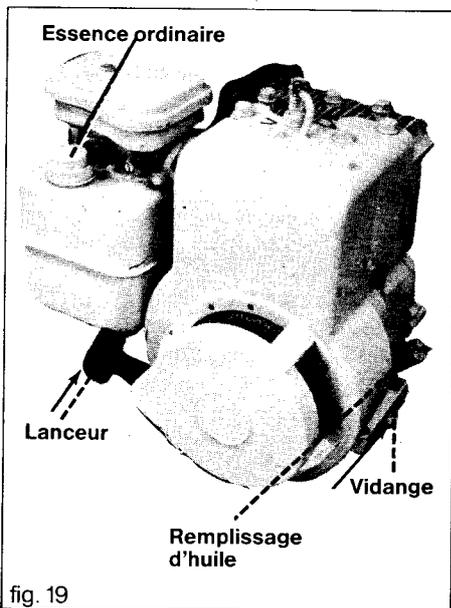

fig. 19
1. Avant de mettre le moteur en marche, remplir le carter d'huile MOBIL OIL 10 W30 (fig. 19) ou d'une huile équivalente.